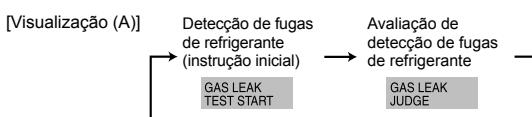

Fig. 8-2
- (2) Prima o botão e seleccione [GAS LEAK TEST START] (Iniciar teste de fuga de gás). (Fig. 8-2)